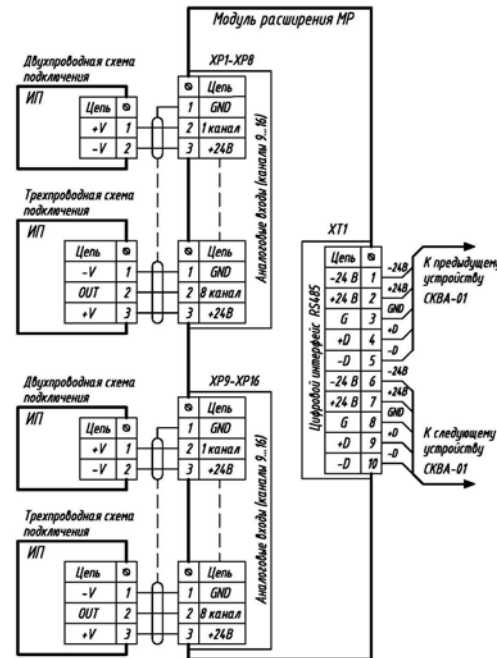

Рис.2
4.2 Подключение производить строго по схеме подключения рис.2.
4.3 Подключение ИП к MP и объединение MP с другими устройствами по интерфейсу RS485 выполняется по схеме рис.2 в следующем порядке: